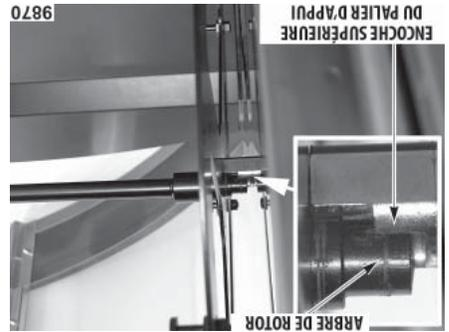

Figure 5
ÉTAPE 2 : Placez l'arbre de rotor sur l'encoche supérieure du palier d'appui sur le côté de non-entraînement du four (figure 5).